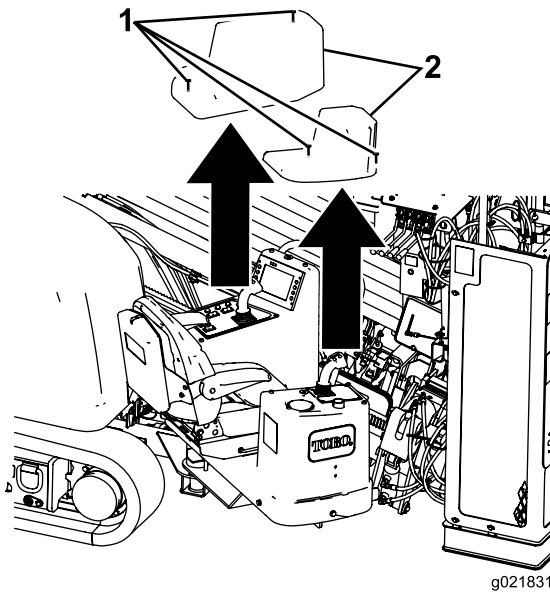

Bild 40
3. Entfernen Sie die vier Schrauben, mit denen die Abdeckungen über den Bedienfeldern befestigt sind, und nehmen Sie die Abdeckungen ab (Bild 40).